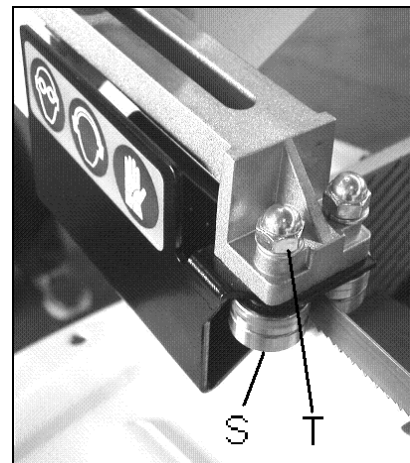

Fig 7
Lösen Sie die Mutter (T, Fig 7) und drehen Sie die Exzenterachse (C) bis der Spalt zum Sägeband 0,05mm beträgt. Ziehen Sie die Mutter wieder fest.